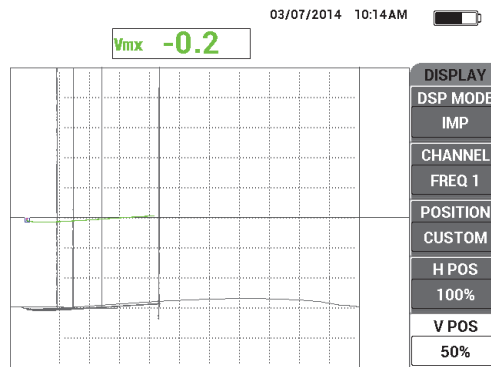

Abbildung 5-45 Vertikale Referenzmarkierungen zur Einschätzung der Dicke
8. Schätzen Sie Ihren folgenden Messwert der Anstrichdicke mit den vertikalen Referenzmarkierungen ein (siehe Abbildung 5-45 auf Seite 170). Falls nötig, kann die Auflösung erhöht werden, indem eine größere Anzahl an dünneren Scheiben justiert wird.